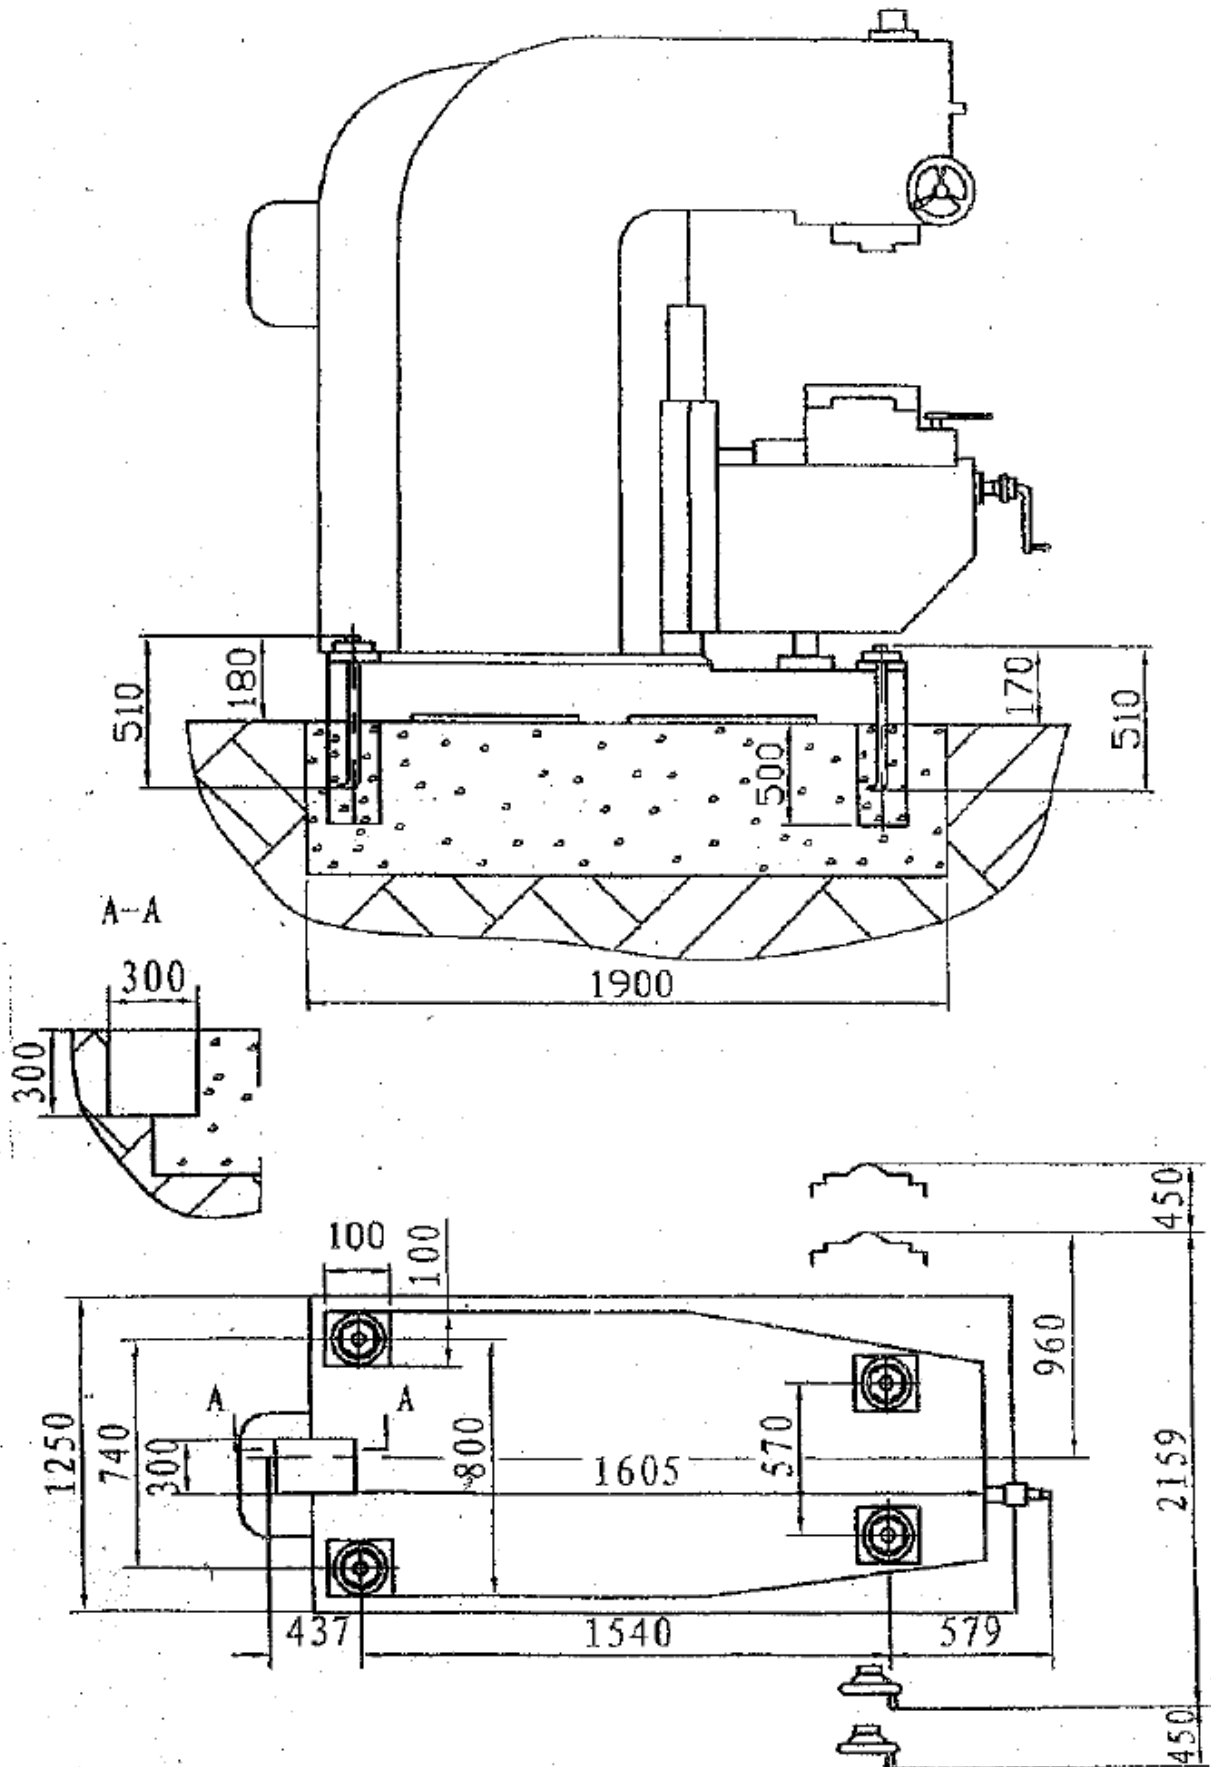

Рис. 17
2. Станок необходимо регулярно смазывать в соответствии с Рис. 17. Относительную вязкость смазочных материалов см. в *Руководстве по монтажу*.